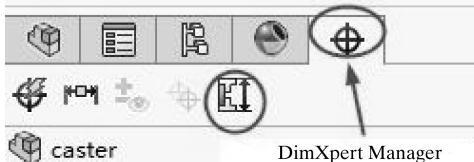

图 5-53 【DimXpert Manager】管理器
- 在【SOLIDWORKS 插件】选项卡中单击【TolAnalyst】按钮，激活 TolAnalyst 插件应用。此时，在图形区左侧的管理器中列出【DimXpert Manager】管理器，此管理器中列出【TolAnalyst 算例】工具，如图 5-53 所示。